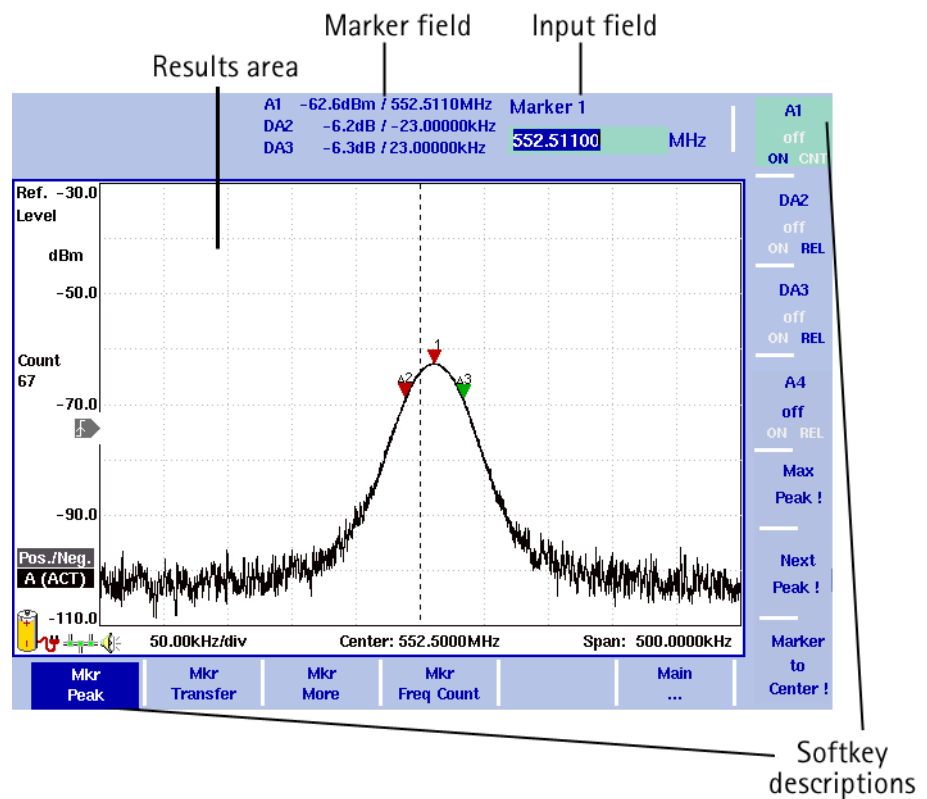

Abbildung 4 Bereiche auf dem Display
**Anzeige** Das Display mit einer Größe von 6,5" ist in folgende Bereiche aufgeteilt (siehe Abbildung 4):